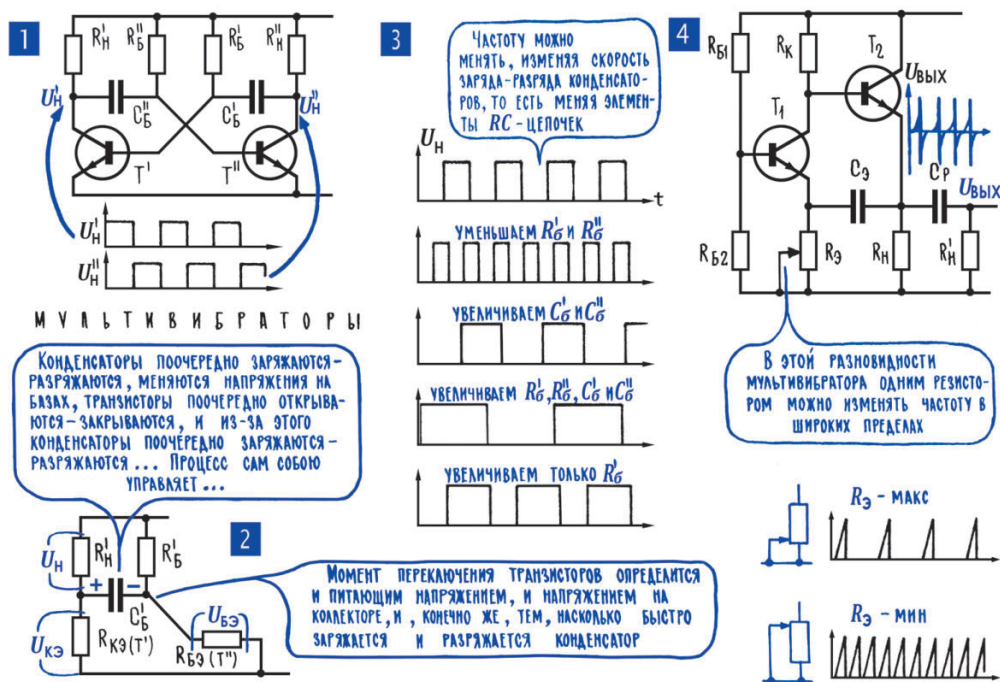

Рис. 11.4. Мультивибраторы
12. В мультивибраторе два взаимосвязанных транзистора поочередно открывают друг друга, генерируют переменное напряжение прямоугольной формы. Есть бесконтурные генераторы, работающие на совершенно ином принципе². Это прежде всего мультивибратор (рис. 11.4), в котором работают два транзистора, причем каждый из них управляет работой другого – коллектор каждого транзистора через конденсатор связан с базой своего соседа.
В бурных событиях, которые происходят в мультивибраторе, немало действующих лиц (рис. 11.4; 2). Это напряжения на базах, которые в итоге определяют коллекторные токи, а значит, и напряжения на коллекторах. Это конденсаторы C_0 и C_K , от емкости которых зависит скорость их заряда и разряда, а значит, и время существования токов, которые влияют на режимы транзисторов. Это еще и резисторы R_0 и R_H , которые не только определяют режимы транзисторов своими обычными методами, но еще и участвуют в заряде и разряде конденсаторов и тоже влияют на скорость этих процессов (гл. 3; 15).
13. На частоту колебаний в мультивибраторе влияют сопротивления и емкости всех его элементов. Частота переменных напряжений на выходах мультивибратора зависит от емкости конденсаторов и сопротивления резисторов, которые входят в его схему, и еще от смещения на базах, которое приходится преодолевать, чтобы запирают транзисторы. Практически изменение любого элемента схемы приводит к изменению частоты (рис. 11.4; 3) – с увеличением емкости $C'_б$ и $C''_б$, сопротивлений $R'_н$, $R''_б$ и $R''_н$, $R''_б$ процессы заряда и разряда конденсаторов, отпирания и запираания транзисторов идут медленнее, частота мультивибратора уменьшается³. Но, конечно же, существуют определенные ограничения на выбор элементов схемы, их нельзя менять как угодно, добываясь нужной частоты. Так, например, чрезмерное уменьшение сопротивлений нагрузки $R'_н$ и $R''_н$ может настолько снизить усиление каскадов, что мультивибратор вообще перестанет работать. Срыв генерации может также произойти из-за чрезмерного уменьшения базовых резисторов $R'_б$ и $R''_б$ «минус» на базе может оказаться таким большим, что разряжающийся конденсатор не сможет его скомпенсировать, не сможет запереть транзистор.
Подбором резисторов частоту мультивибратора удастся менять в сравнительно небольших пределах, чтобы резко изменить частоту, приходится менять емкость конденсаторов. В частности, для получения очень низких частот в качестве $C'_б$ и $C''_б$ используют электролитические конденсаторы большой емкости⁴. На рис. 11.4; 4 показана одна из схем мультивибрато-
⁴ Устанавливаются положительным выводом в сторону коллектора для *p-p*-транзисторов (см. рис. 11.4; 2).
Примечание редактора. Классическая схема мультивибратора на транзисторах, показанная на рис. 11.4; 1, была весьма популярна в 1960-е годы из-за своей простоты и неприхотливости. Схема отлично работает с любыми маломощными транзисторами в широких пределах емкостей конденсаторов, причем длительности полупериодов здесь настраиваются совершенно независимо друг от друга. Главное условие стабильной работы – соотношение токов в базе и коллекторе не должно превышать справочного коэффициента усиления (что равносильно условию $R_3/R_4 < \beta$), наименьшая длительность каждого полупериода обуславливается частотными свойствами выбранных транзисторов ($f_{гр}$), наибольшая – токами утечки базового перехода. Однако у этой схемы есть один принципиальный недостаток: на базах при каждом переключении происходит обратный выброс напряжения, по амплитуде равный напряжению питания, но имеющий противоположный знак (подробности см. в [1], раздел 6.2.3). Многие германиевые транзисторы, популярные в те годы, имели пробивное напряжение эмиттерного перехода $U_{бэ,доп}$, равное или сравнимое с максимальным значением коллекторного напряжения $U_{кэ,доп}$ (хотя тоже далеко не все). Однако для подавляющего большинства кремниевых транзисторов $U_{бэ,доп}$ равно 5 В, лишь для немногих типов повышаясь до 6 (например, старинный КТ315) или до 7 В (в основном для некоторых мощных транзисторов). Иными словами, для современных транзисторов схема по рис. 11.4; 1 применима лишь при напряжениях питания не более 5 В.